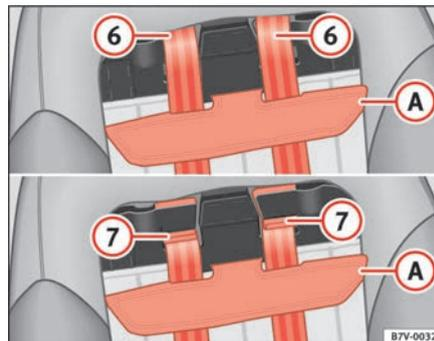

Fig. 36 Dettaglio del seggiolino integrato: modifica della disposizione delle bretelle
- Staccare l'elemento ⇒ fig. 36 (A) dalla chiusura a velcro tirandolo in avanti.
- Per i bambini più grandi, le bretelle vanno fatte passare attraverso le fessure laterali della posizione superiore (6).
- Quindi si deve far passare l'elemento (A) sotto alle bretelle e fissarlo ⇒ ⚠.
L'elemento ⇒ pag. 59, fig. 36 (A) deve rimanere premuto al sedile dalla parte del velcro in modo che le bretelle si muovano liberamente nelle feritoie. ■